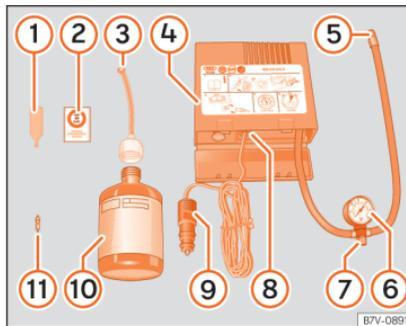

Abb. 58 Prinzipdarstellung: Bestandteile des Pannensets
- Ventilkappe und Ventileinsatz vom Reifenventil abschrauben. Verwenden Sie den Ventileinsatzdrehwerk »» » **Abb. 58 ①** zum Heraus-schrauben des Ventileinsatzes. Legen Sie den Ventileinsatz auf einem sauberen Untergrund ab.
- Reifendichtmittelflasche kräftig schütteln »» » **Abb. 58 ⑩**.
- Schrauben Sie den Einfüllschlauch »» » **Abb. 58 ③** auf die Dichtmittelflasche. Die
- Verschlussstopfen vom Einfüllschlauch »» » **Abb. 58 ③** entfernen und das offene Ende ganz auf das Reifenventil stecken.
- Ventileinsatz mit dem Ventileinsatzdrehwerk »» » **Abb. 58 ①** wieder in das Reifenventil schrauben.
- Reifenfüllschlauch »» » **Abb. 58 ⑤** des Luftkompressors fest auf das Reifenventil schrauben.
- Prüfen, ob die Luftablassschraube »» » **Abb. 58 ⑦** zuge dreht ist.
- Stecker »» » **Abb. 58 ⑧** in die 12 Volt-Steckdose des Fahrzeugs stecken »» » **Seite 145**.
- Luftkompressor mit dem EIN- und AUS-Schalter »» » **Abb. 58 ⑧** einschalten.